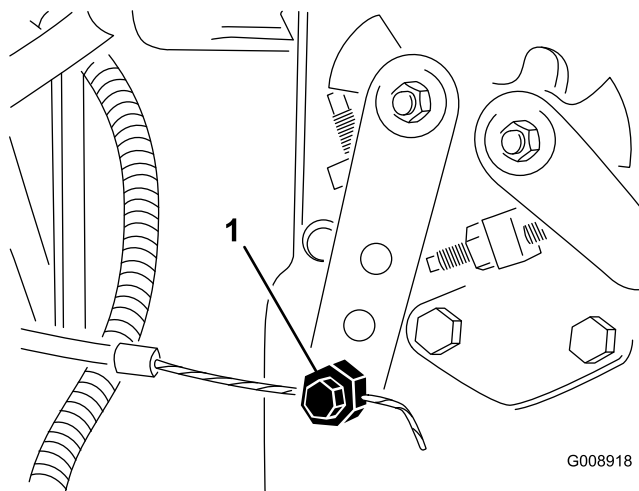

Figura 57
2. Desaperte o dispositivo de ligação do cabo do regulador na alavanca da bomba de injeção (Figura 57).